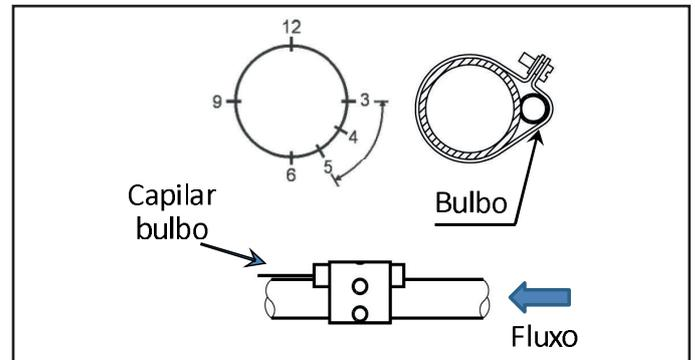

Fig. 20
3. O bulbo deve ser firmemente preso na posição entre 3 horas e 5 horas, com o bulbo em sentido de contrafluxo (ver Fig. 20 abaixo), utilizando a cinta metálica enviada junto do equipamento. Após a fixação o bulbo DEVE ser isolado para não haver interferência da temperatura do ar em seu entorno.